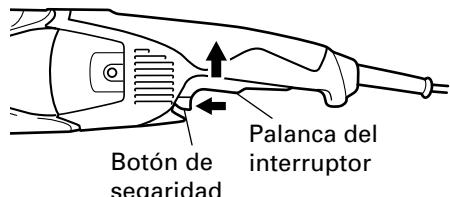

Fig. 3
- Conecte la alimentación de la amoladora (Fig. 3)